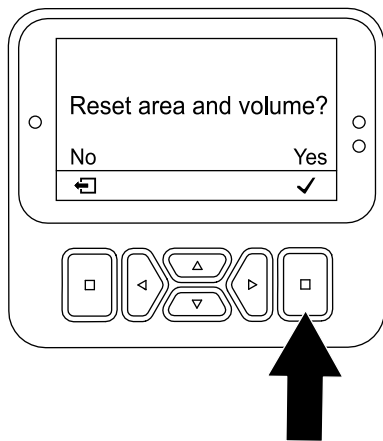

Figura 101
5. No ecrã RESET AREA AND VOLUME, prima o botão de seleção (**Figura 101**).